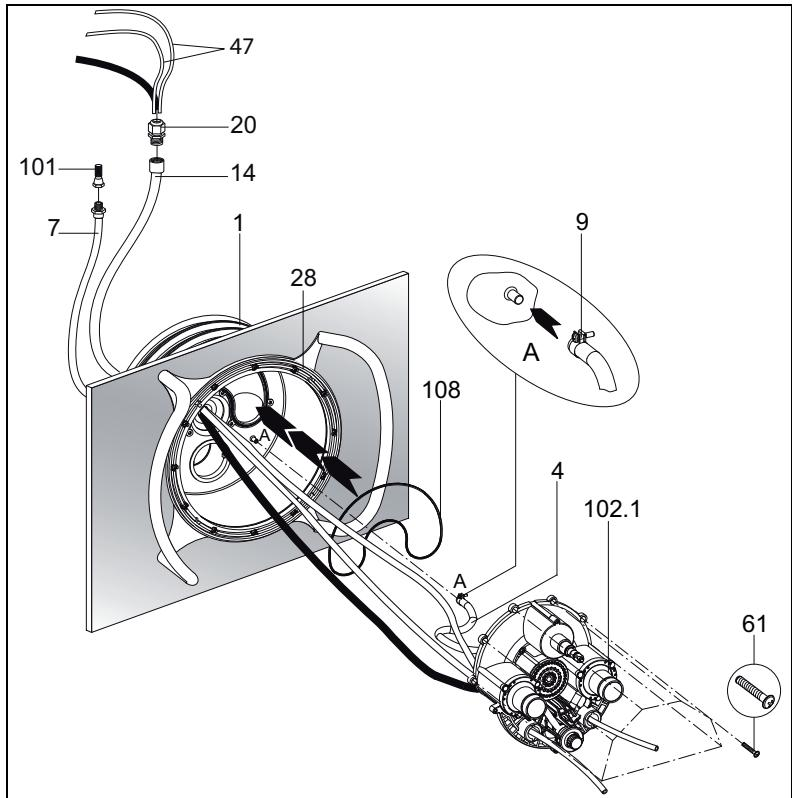

Abb.10
2. O-Ring (**108**) in das Einbaugehäuse (**1**) einlegen (Abb. 10).
3. Die zehn beigelegten Schneidschrauben (**61**) in Düsengehäuse einschrauben. Vormontiertes Düsengehäuse (**102.1**) am Einbaugehäuse (**1**) ansetzen (Abb. 10).
4. Pneumatikschläuche (**47**) und Kabel des Scheinwerfers durch Schutzschlauch (**14**) führen und mit Kabelverschraubung (**20**) abdichten (Abb. 10).
5. Innere Luftleitung (**4**), die am Düsengehäuse (**102.1**) bzw. Luftregelung bereits komplett vormontiert ist, mit Schlauchklemme (**9**) am Einbaugehäuse (**1**) befestigen (Abb. 10).
6. Pneumatikschläuche durch die unteren bzw. äußeren Öffnungen vom Düsengehäuse (**102.1**) führen (Licht EIN/AUS links; Pumpe EIN/AUS rechts); (Abb. 10)
7. Das kpl. Düsengehäuse (**102.1**) am Einbaugehäuse (**1**) ausrichten und die zehn vormontierten, selbstschneidenden Schrauben (**61**) befestigen (Abb. 10).